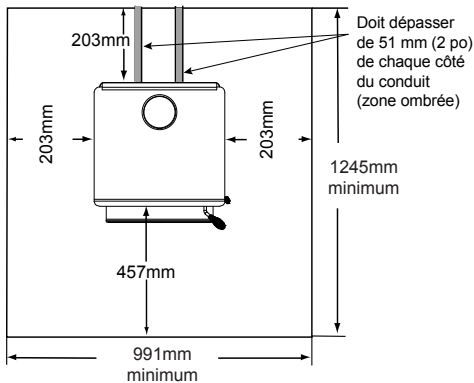

Figure 8.2 **CANADA**
Au Canada, une protection similaire doit être installée jusqu'à 457 mm (18 po) à l'avant et 203 mm (8 po) à l'arrière et les côtés de l'appareil. **Figure 8.2 *Voir exception.**
***EXCEPTION :** Des protections incombustibles pour les sols doivent s'étendre sous le conduit lorsque l'évacuation est horizontale et se prolonger de 51 mm (2 po) de chaque côté du conduit. **Voir figure 8.2**